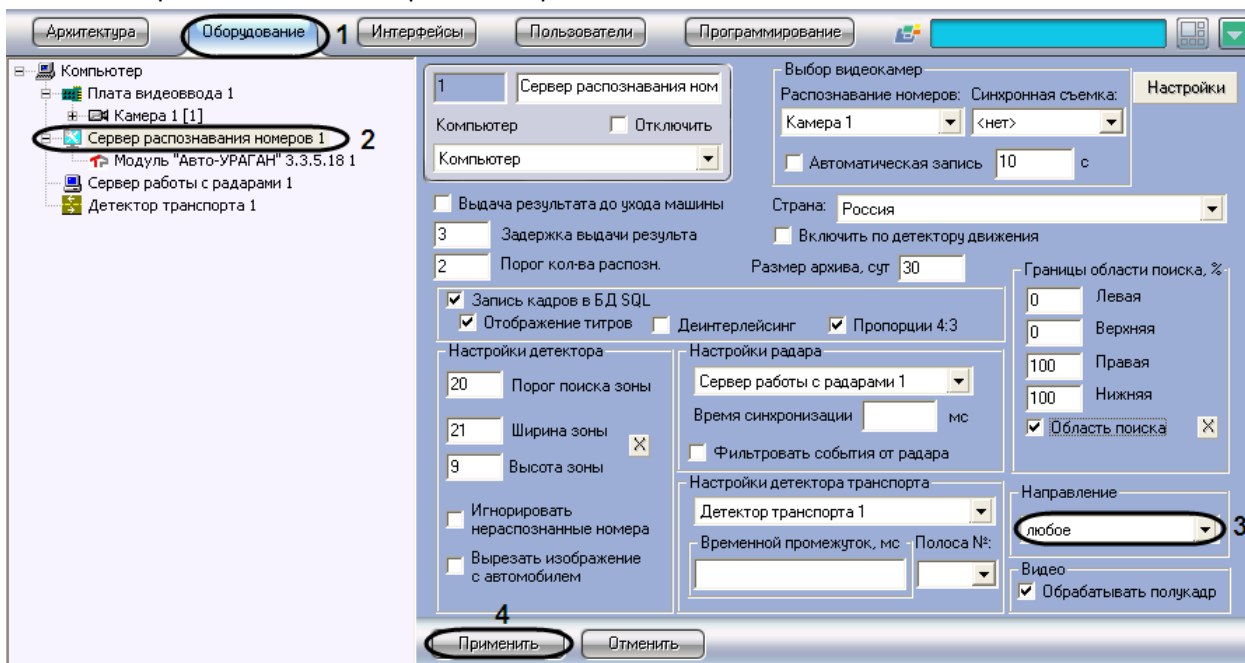

Рис. 7.2—24. Выбор направления движения транспорта для распознавания номерных знаков
1. В диалоговом окне «Настройка системы» перейти на вкладку «Оборудование» (см. Рис. 7.2—24, 1).
распознавания номеров», Рис. 7.2—24, 2). В правой части вкладки «Оборудование» отобразится панель настройки выбранного объекта.
3. Выбрать из списка направление движения транспорта относительно видеокамеры, в котором требуется вести распознавание номеров (см. Рис. 7.2—24, 3).
4. Нажать кнопку «Применить» (см. Рис. 7.2—24, 4).